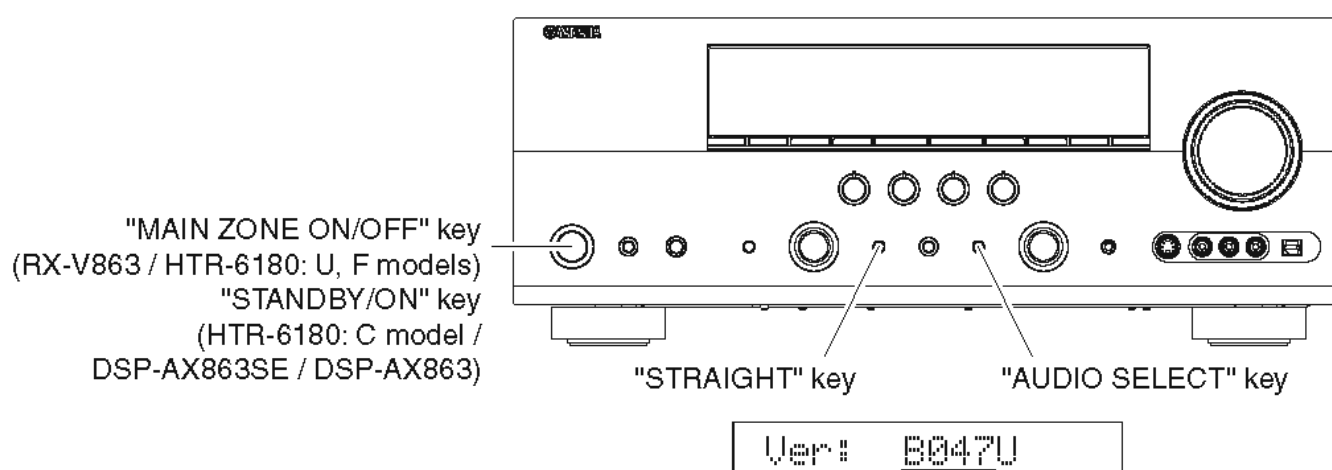

Fig. 5
2. Press the "MAIN ZONE ON/OFF" (RX-V863 / HTR-6180: U, F models) / "STANDBY/ON" (HTR-6180: C model / DSP-AX863SE) key while simultaneously pressing the "STRAIGHT" and "AUDIO SELECT" keys. (Fig. 5)
Confirm the displayed firmware version is the same as the written firmware version. (Fig. 5)
Confirm the displayed checksum is the same as the written firmware checksum. (Fig. 5)
2. "STRAIGHT"キーと"AUDIO SELECT"キーを押しながら、"STANDBY/ON"キーを押し、ダイアグを起動します。(Fig. 5)
表示されたファームウェアのバージョンが書き込んだファームウェアのバージョンと同じであることを確認します。(Fig. 5)